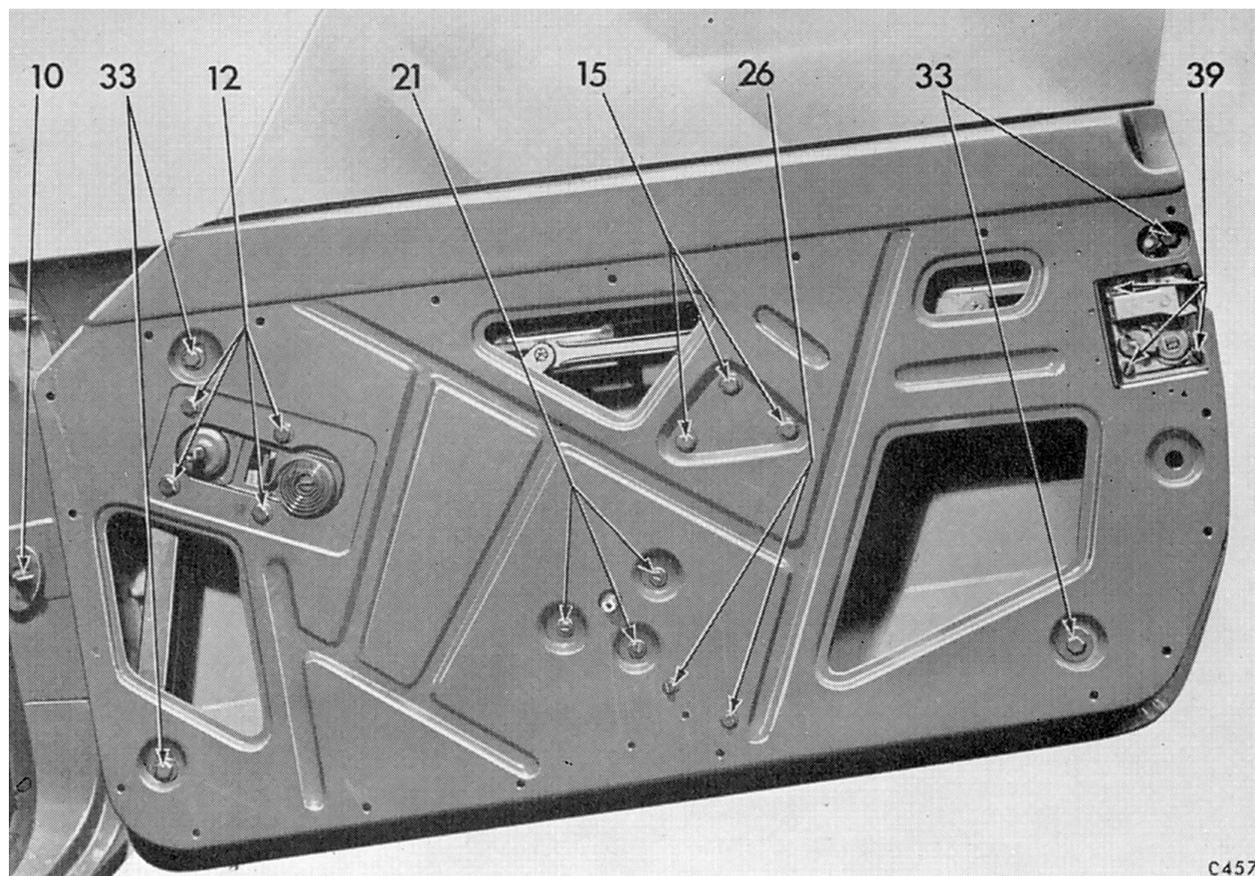

Fig. 29. Fixation des éléments de portière (Spitfire 4)
1. Dépose (Fig. 29)
- (c) Retirer quatre boulons (33) retenant la glissière de vitre.